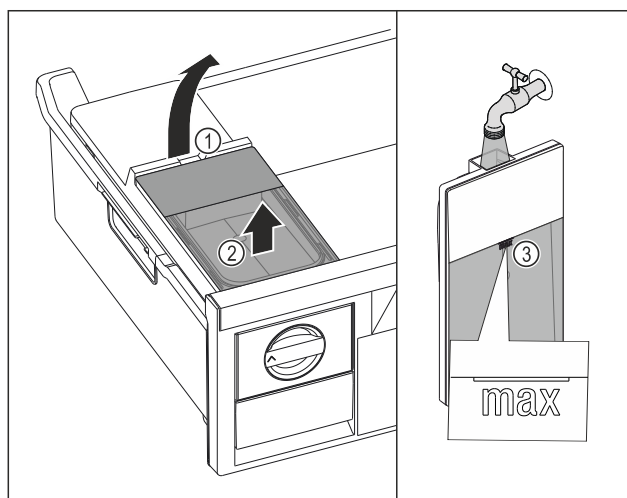

Fig. 67
- ▶ Zvedněte nádržku na vodu za vybrání Fig. 67 (1).
- ▶ Vyjměte nádržku na vodu nahoru. Fig. 67 (2)
- ▶ Naplňte nádržku na vodu pitnou vodou až po značku Fig. 67 (3).